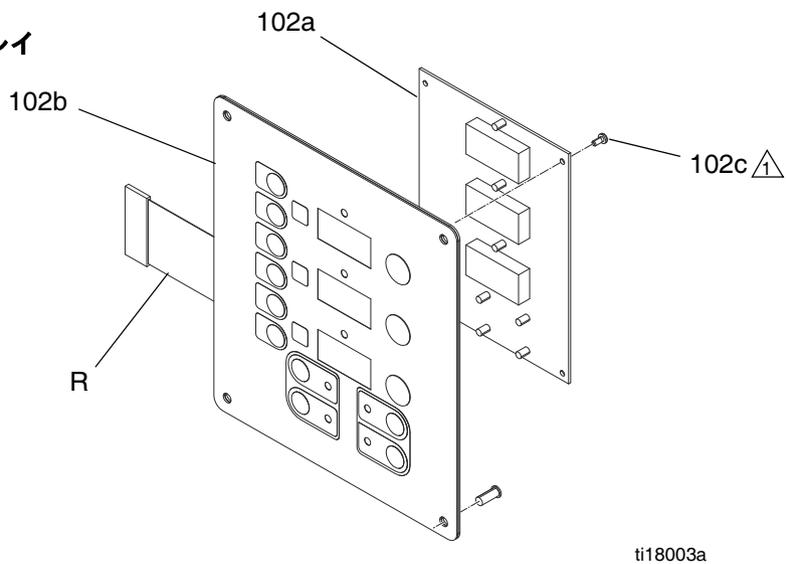

図 17 ディスプレーモジュール
5. ディスプレーモジュールの左下の隅にあるメインディスプレイケーブル (106) の接続を外します。40 ページの図 17 を参照してください。
6. ネジ (116) およびカバー (105) を外してください。40 ページの図 17 を参照してください。
7. ケーブルコネクタの接続を温度ディスプレイ (102) の後ろから外します。図 17 を参照してください。
8. ディスプレーの背面からリボンケーブル (R) を外します。図 17、40 ページを参照してください。
9. ナット (103) とプレート (101) を取り外します。
10. ディスプレーを分解します。図 17、40 ページで詳細を参照してください。
12. 逆の順で組み立て直します。図 17、40 ページを参照してください。示されている箇所に、中程度の強度のネジ山シーラントを塗って下さい。ディスプレイケーブルの接地線 (G) がケーブルブッシングとカバー (105) の間にネジ (107) で固定されていることを確認して下さい。